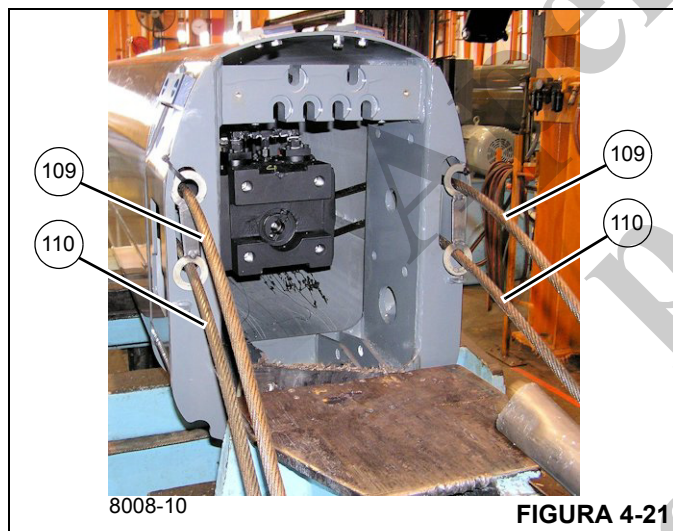

FIGURA 4-21
- 72. Remova os cabos de extensão do telescópio 4 (109, 110) dos furos com fenda na parte traseira do telescópio 3 (4) (consulte a Figura 4-21).